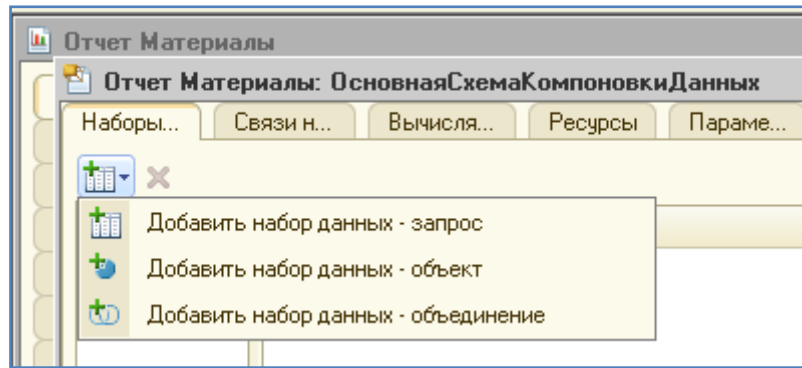

Рис. 18. Работа со схемой компоновки данных
3. Добавить новый набор данных – запрос, нажав на кнопку выбора (рис. 18).